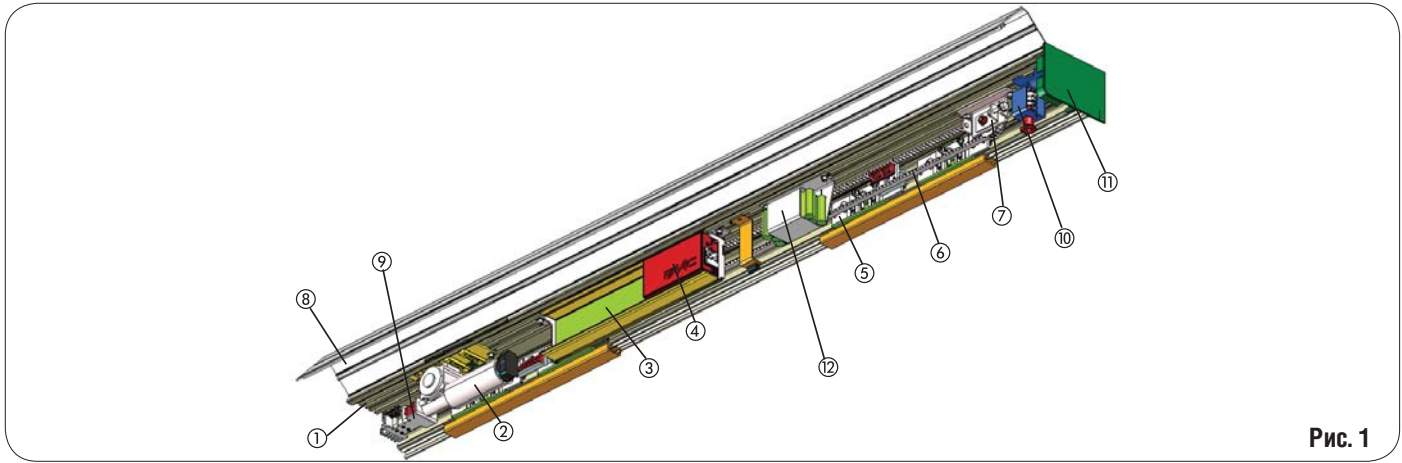

Рис. 1
Система автоматического привода (рис.1) состоит из следующих позиций:
- Несущий профиль задней стенки привода (рис.1 об. 1). Профиль используется для крепления автоматического привода к несущей конструкции и установки на него узлов и блоков привода.
- Узел с электромотором (рис. 1 об. 2)
- Блок управления (рис. 1 об. 3)
- Автоматический узел подачи питания (рис. 1 об. 4)
- Опорные каретки створок (рис.1 об. 5) Каретки имеют: 2 ролика с шарикоподшипниками, один обратный упорный ролик в верхней части и систему настройки положения створок по высоте и глубине.
- Приводной ремень (рис. 1 об. 6)
- Блок шкива передачи с механизмом регулировки натяжения (рис. 1 об. 7)
- Профиль крышки короба привода (рис. 1 об. 8)
- Боковые крышки (рис.1 об. 11) закрывают систему привода с торцов.
- Замок мотора (рис. 1 об. 9)(аксессуар)
Замок обеспечивает механическое запирание створок в закрытом положении. Замок может использоваться для одно и двухстворчатых дверей. Замок поставляется с устройством размыкания (рис.1 об. 10) для аварийного открытия дверей. К замку может быть подключен внешний размыкатель. Замок ставится на мотор, запирая его автоматически в закрытом положении.
- Батарея резервного питания (рис. 1 об. 12) (аксессуар). В случае отсутствия электроэнергии, батарея позволит автоматическому приводу работать в полнофункциональном режиме до 20 мин. Проверка состояния батареи проводится блоком управления непрерывно.